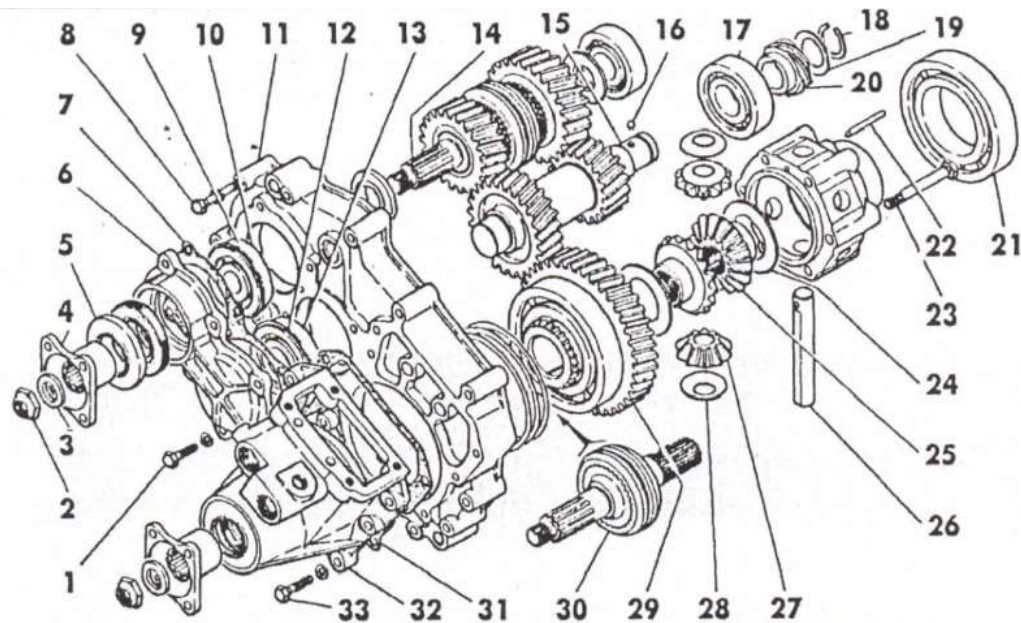

Рис.6.6 Детали переднего картера раздаточной коробки:
Для предотвращения перегрева передней раздаточной коробки (ПРК) и смазки ее подшипников скольжения верхнего вала служит система охлаждения ПРК (рис. 6.6). Насос системы подает масло в магистраль через термоклапан. При температуре масла ниже 55°C термоклапан перекрывает ветвь магистрали 1, которая идёт к радиатору и пускает поток напрямую в раздаточную коробку через ветви 3 и 4. При температуре масла выше 55°C термоклапан перекрывает ветвь магистрали 3 и пускает поток через радиатор, ветви 1, 2 и 4 в раздаточную коробку.
- раскренить и отвернуть гайки 2 (рис. 6.6) фланцев, снять шайбы 3 и фланцы 4;